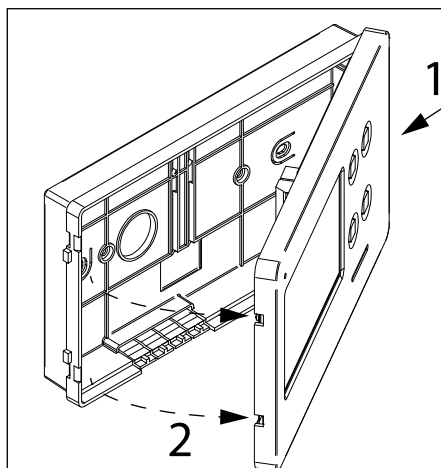

Fig. 1
1. Pour installer l'interphone vidéo il faut l'ouvrir en séparant la base du couvercle qui contient toute son électronique : en consultant la Fig. 1, appuyer légèrement sur la partie droite en décrochant simultanément la partie gauche en la tirant vers l'extérieur.